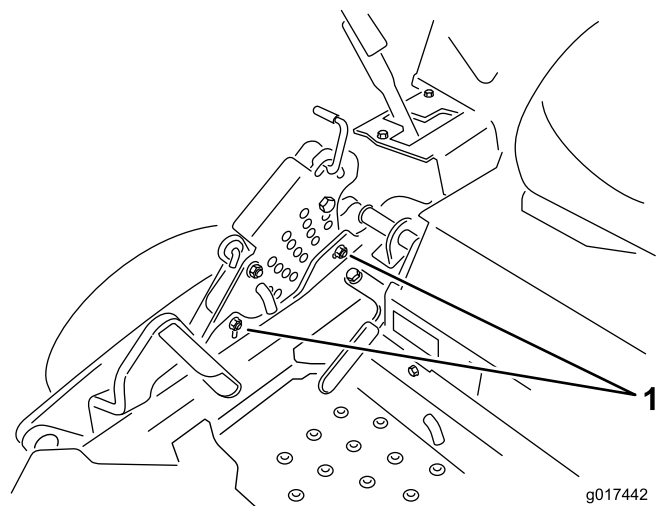

図 74
- シングルポイントの調整を行うには、刈高プレートの底部にあるボルト2本をゆるめる。図 74を参照。
- 刈高プレートの底部にあるボルト2本を締め付ける図 74。37-45 Nm(3.7-4.6 kg.m=27-33 ft-lb)にトルク締めする。